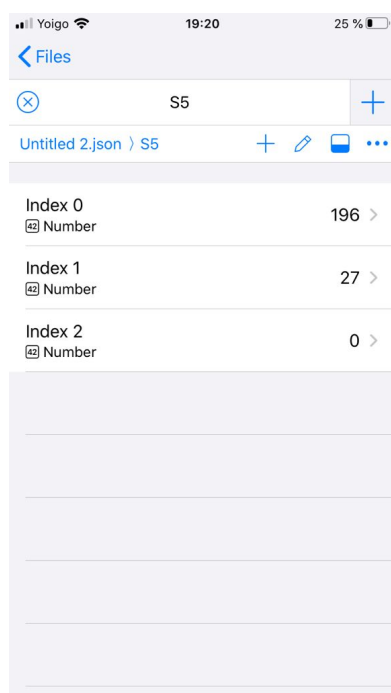

Figura 24. Valores del array de la clave “S5” del JSON de configuración de Modo Libre.
7. Realice lo mismo para los otros dos valores del *array*. Cada una de las claves queda como la que se muestra en la Figura 24.